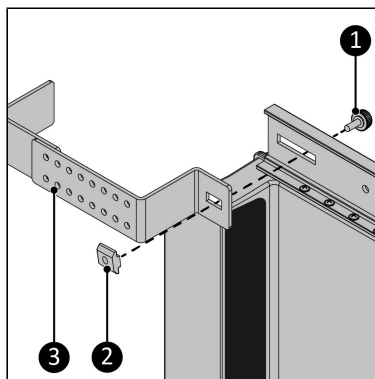

Figura 89.
7. Înșurubați suportul (Figura 89, nt. 3) la șina principală în poziția frontală folosind șurubul cu buton (Figura 89, nt. 1). Asigurați-vă că ați conectat șurubul butonului la piulița glisantă (Figura 89, nt. 2).